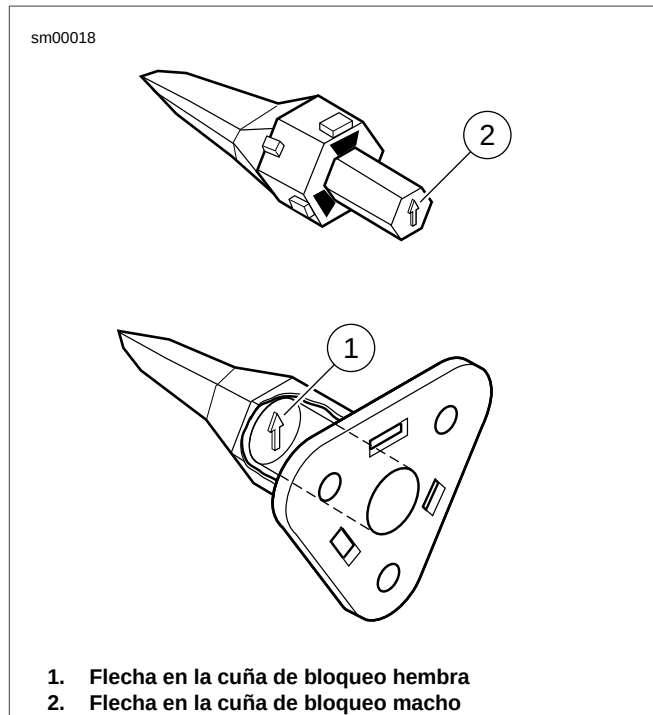

Figura A-13. Conector Deutsch: Cuñas de bloqueo de 3 patillas
- Vea Figura A-13. Mientras las cuñas rectangulares no requieren ninguna orientación especial, la cuña secundaria de bloqueo cónica del conector de 3 patillas debe instalarse con la flecha (1) apuntando hacia el pestillo externo.
- Vea Figura A-13. Mientras las cuñas rectangulares no requieren ninguna orientación especial, la cuña secundaria de bloqueo cónica del conector de 3 patillas debe instalarse con la flecha (2) apuntando hacia el pestillo externo.